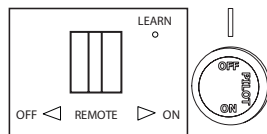

Fig. 19 - Receptor y perilla de control
2. Coloque el interruptor del receptor en la posición "ON" (encendido) (consulte la Fig. 19).
3. Gire la perilla de control en dirección de las manecillas ↻ del reloj hacia la posición OFF (apagado) (consulte la Fig. 19).
4. Espere cinco (5) minutos para que se despeje el gas. Luego verifique si hay olor a gas, incluso cerca del piso. Si percibe olor a gas, ¡DETÉNGASE! Siga la sección "B" de la información de seguridad, como se indicó anteriormente. Si no hay olor a gas, proceda con el próximo paso.
5. Presione levemente la perilla de control de gas y gírela en dirección contraria a las manecillas ↻ del reloj hasta la posición "PILOT" (piloto) (consulte la Fig. 19). Presione la perilla de control.